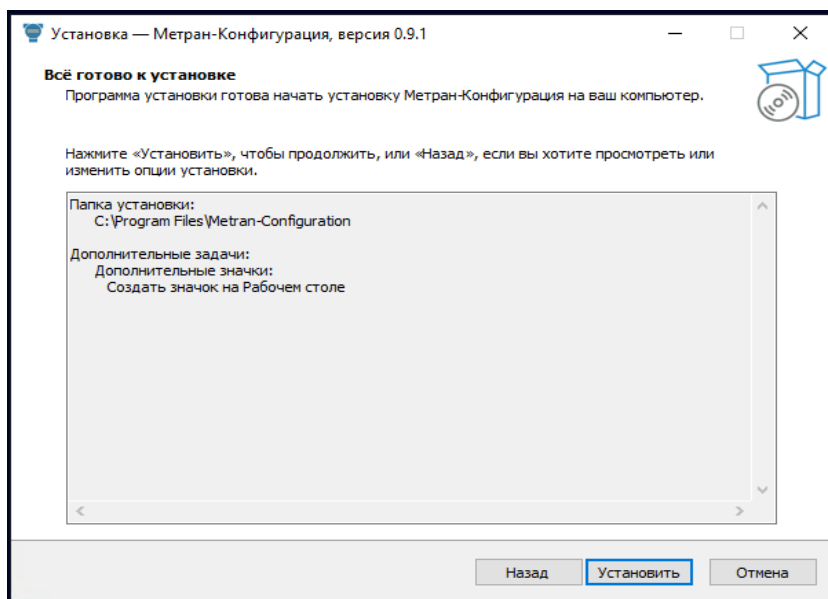

Рис. 6 Окно установщика с перечнем установленных опция
5. Нажмите кнопку *Далее*. Появится следующая страница установщика с перечнем установленных ранее опций (рис. 6). Проверьте их, при необходимости, вернитесь в предыдущие окна с помощью кнопки *Назад* и исправьте их, затем при помощи кнопки *Далее* вернитесь к окну установщика с перечнем установленных ранее опций.